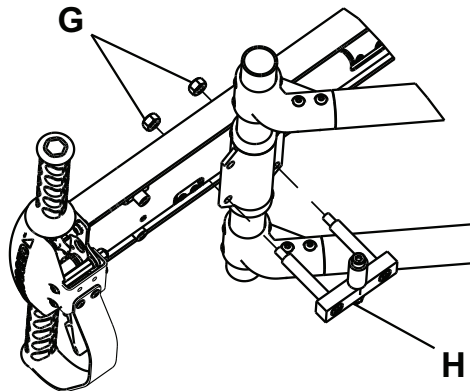

Figure 8 – Ensemble de galets
8. À l'aide d'une clé hexagonale M6 et d'une clé M13, installer l'ensemble de galets fourni (H) et les écrous (G) sur le support de tube coulissant (Figure 8).